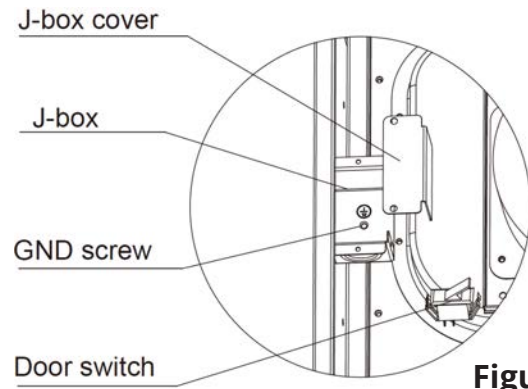

Figure 6.1
4. Retirez et conservez les deux vis qui maintiennent la boîte de jonction (Voir Fig. 6.1.)